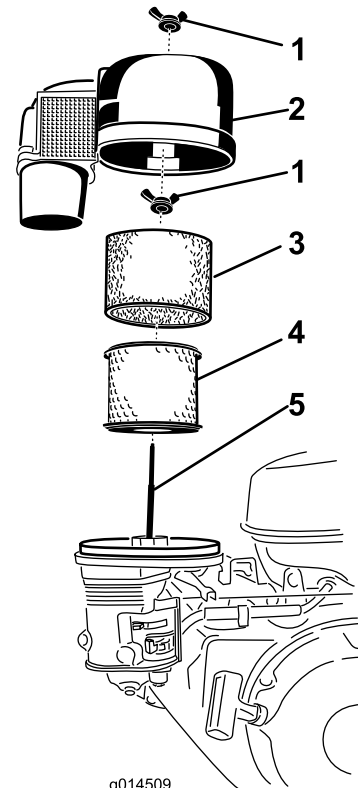

Figura 12
1. Retire la tuerca de orejeta y retire el filtro ciclónico con la cubierta del filtro de aire (Figura 12).